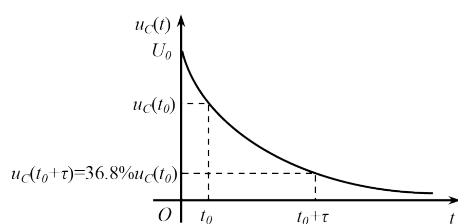
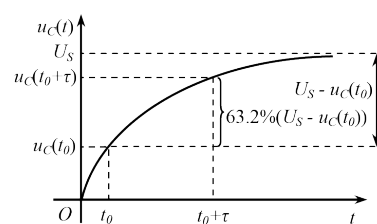

图 2: 零输入响应
图 3: 零状态响应
- (1) 按电路图连接好实验电路。
- (2) 示波器观察 RC 零输入相应电路，描绘响应曲线，根据如图 2 公式，测量出时间常数，记入表中。
- (3) 更换电路中的电容，重复 (2) 实验。
- (4) 示波器观察 RC 零状态相应电路，描绘响应曲线，根据如图 3 公式，测量出时间常数，记入表中。
- (5) 更换电路中的电阻，重复 (4) 实验。
- (6) 理论计算出每个实验的时间常数记入表中。